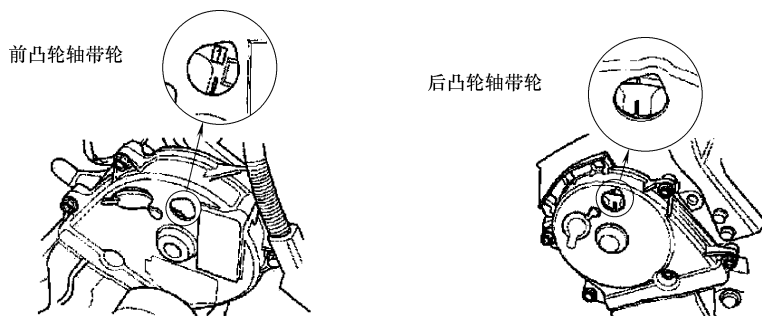

图 23-92 检查凸轮轴带轮上的标记
15) 如图 23-92 所示, 检查凸轮轴带轮上的标记, 确认标记设置在上止点位置。